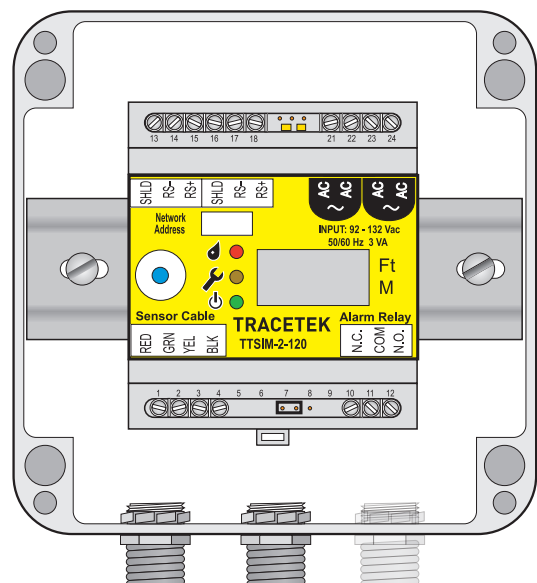

Abbildung 2. Montage im Gehäuse
### Montage TTSIM-2 mit IP 56 Gehäuse (optional) (Abb. 2)
- Eine typische Installation für den Betrieb unter freiem Himmel oder unter widrigen Umgebungsbedingungen erfordert drei Öffnungen im TTSIM-ENC-Gehäuse: eines für die Zufuhr von Versorgungsspannung und Bus, ein weiteres für die Ableitung von Versorgungsspannung und Bus sowie ein drittes für die Verbindung zum Sensorkabel (Abb. 2).